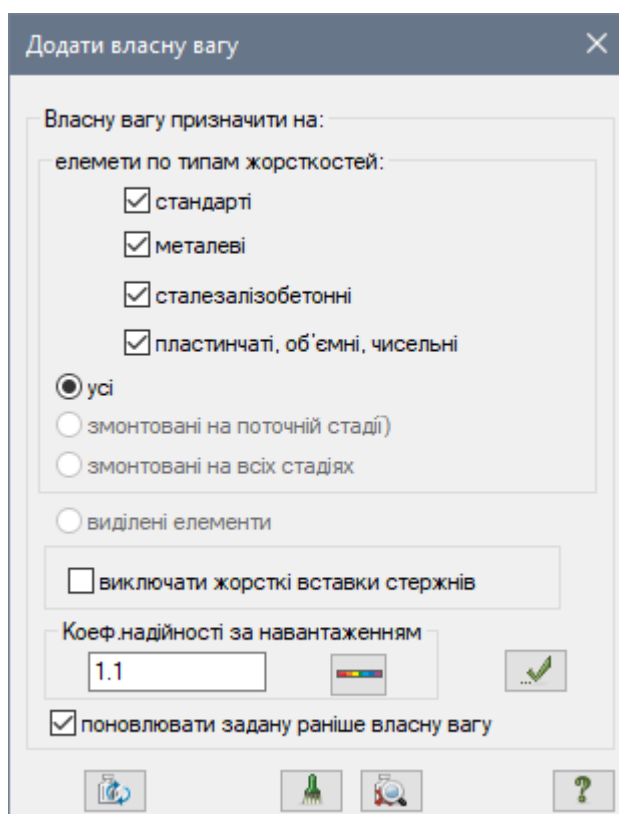

Рис. 18.10. Діалогове вікно **Додати власну вагу**
- Натисканням по кнопці  – **Додати власну вагу** (панель **Навантаження** на вкладці **Створення та редагування**) викличе діалогове вікно **Додати власну вагу** (рис. 18.10).